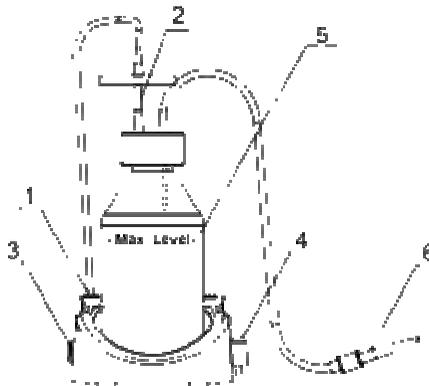
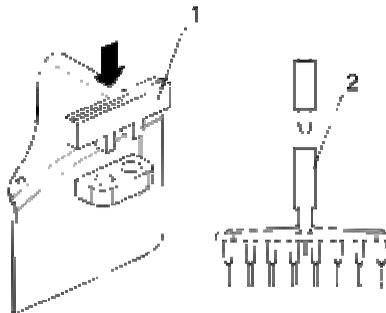

Abb. 1 Zusammengesetztes Gerät
Abb. 2 Installation der optionalen MA-8-Aspirationsdüse
- Achten Sie darauf, dass der Sammel-pufferfüllstand nicht über den zulässigen Füllstand steigt (siehe Abb. 1/5). Leeren Sie die Kolbenfalle, wenn der zulässige Flüssigkeitsstand erreicht ist. Treffen Sie die notwendigen Sicherheitsvorkehrungen zur Benutzung der Abfalllösung nach den allgemeinen Laborstandards.
- Schrauben Sie das Ausgangsrohr an die Pumpenfassung an (Abb. 1/1), die sich auf der Oberseite des Geräts befindet (durch Drehen im Uhrzeigersinn).
- Vergewissern Sie sich, dass der Filter fest auf der Fassung steckt (Abb. 1/2);
- Platzieren Sie das Rohr in eine Halterung (Abb. 1/4) auf der rechten Seite des FTA-1.
- Entfernen Sie die Rohre von den Halterungen auf der linken Seite des FTA-1 (Abb. 1/4).
- Stecken Sie den MA-8-Speicherhalter (Abb. 1/1) in den Halter (Abb. 2/...).
- Entfernen Sie die Standardaspirationsdüse vom Eingangsrohr (Abb. 1/6) und schließen Sie die MA-8-Aspirationsdüse an (Abb. 2/2).
- 4.2. Schalten Sie das Gerats mit Hilfe des Netzschalters (**Power**) auf der Seite des Gerats EIN (ON) Abb. 1/3).
- 4.4. Benutzen Sie den Minihalter (Abb. 1/4) auf der rechten Seite des Gerats, um die Aspirationsduse zu waschen oder einzulagern. Auf der Halterung konnen zwei Rohrchen platziert werden (z.B. fur Hydrochloridsaure und Destillat).
Achten Sie darauf, dass der Sammelpufferfullstand wahrend des Betriebs nicht uber den zulassigen Fullstand steigt (siehe Abb. 1/5). Leeren Sie die Kolbenfalle, wenn der zulassige Flussigkeitsstand erreicht ist (gema Seite 4.6).
- 4.5. Schalten Sie nach Beendigung des Betriebs den Netzschalter (**Power**) (Abb. 1/3) aus (OFF) und nehmen Sie das externe Netzgerat vom Stromnetz.